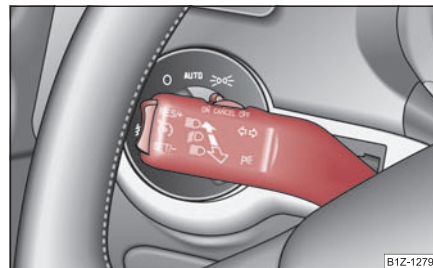

Fig. 60 La palanca de luz intermitente y luz de carretera
- Presione la palanca hacia arriba o hacia abajo $\Rightarrow$ fig. 60.